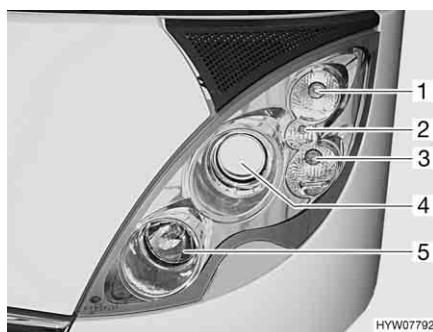
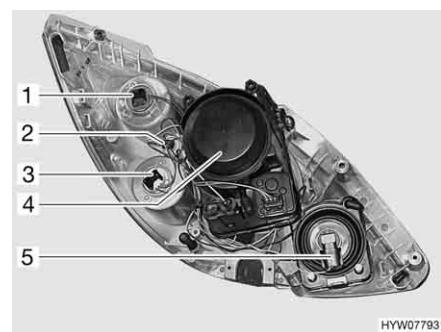

Fig. 125 Fari anteriori (lato anteriore)
Fig. 126 Fari anteriori (lato posteriore)
(Fig. 125,1 e Fig. 126,1)**
(Fig. 125,2 e Fig. 126,2)**
- Luce diurna (Fig. 125,3 e
(Fig. 125,4 e Fig. 126,4)**
- Abbagliante (Fig. 125,5 e